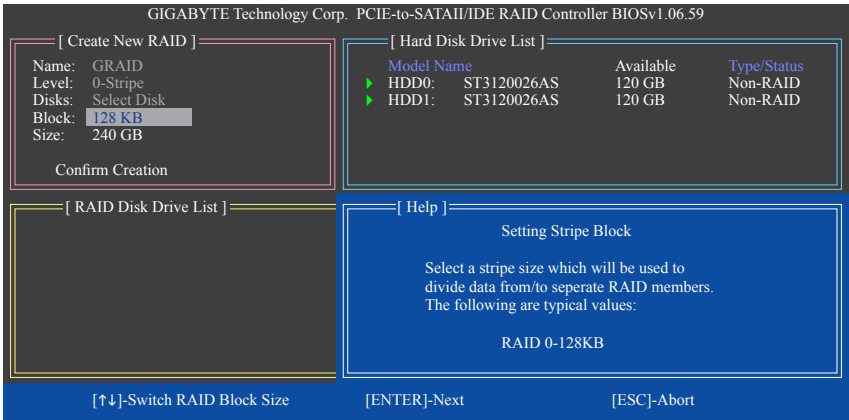

图6
4. 设置磁盘区域大小(Block): 若选择制作RAID 0, 需指定磁盘区域大小。以<↑>或<↓>键选择需要的磁盘区域大小(图6), 可调整大小从4 KB至128 KB。完成后请按<Enter>键。